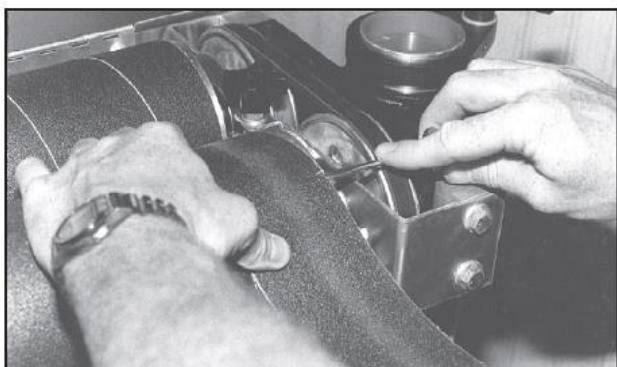

Рис. 16F Отметьте полосу в том месте, где она пересекает край барабана
3. Отметьте задний конец полосы в том месте, где она пересекает правый (внутренний) конец барабана (рис. 16F). С этого момента вырежьте конус, как это было сделано с начальным краем полосы. (Конусность на оставшемся рулоне можно использовать в качестве конуса для начального края следующей отрезанной полосы.)